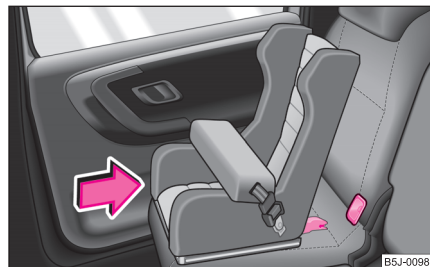

Fig. 143 Les sièges pour enfants ISOFIX sont insérés dans les ergots déjà montés
- Poussez les bras de fixation du siège pour enfants au-dessus des ergots déjà montés dans les oeillets de retenue jusqu'au dé clic ⇒ fig. 143.